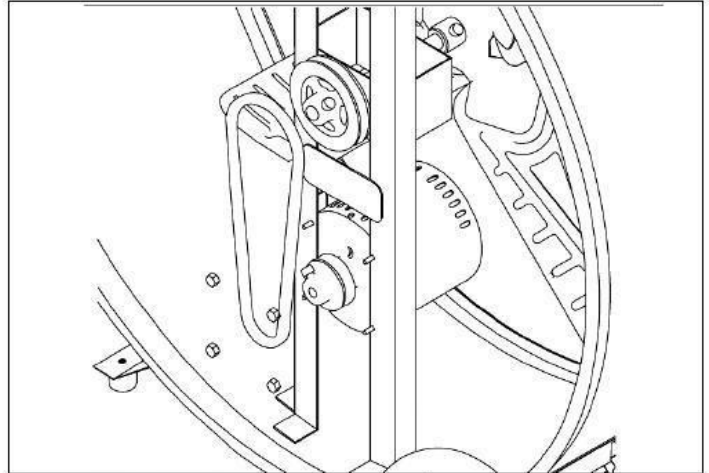

Figure 3: Adjusting Fan Belt
6. Retirez la courroie pour la remplacer ou ajustez le moteur pour serrer la courroie (Figure 3)